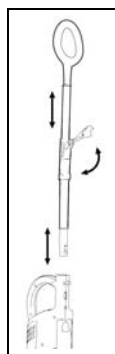

Fig. 3
3. Tenez le tube télescopique et poussez-le dans le haut de la poignée de l'aspirateur vertical. (Fig. 3)
4. Une fois que le tube télescopique est inséré, vous pouvez régler la hauteur de la poignée en déplaçant le loquet de verrouillage au-delà de 90 degrés à la position ouverte. Maintenez la poignée, allongez le tube à la hauteur qui vous convient et fermez ensuite le loquet à la position verrouillée. (Fig. 3)